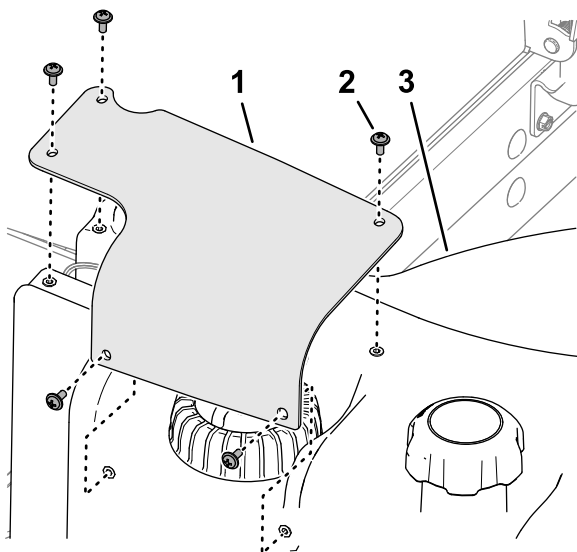

Bild 123
2. Entfernen Sie die fünf Kreuzschlitzschrauben, mit denen der Kraftstoff-Füllstandsensorm am Kraftstofftank befestigt ist, und nehmen Sie die Abdeckung ab (Bild 123).